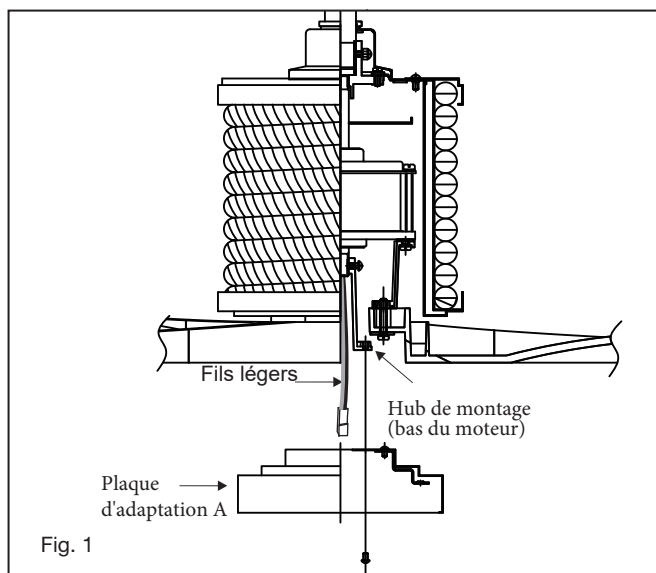

Fig. 1
- 1 Retirez l'une des trois vis du moyeu de montage situé sur le moteur du ventilateur. Desserrez les 2 autres vis. (Ne pas retirer) (Fig.1)